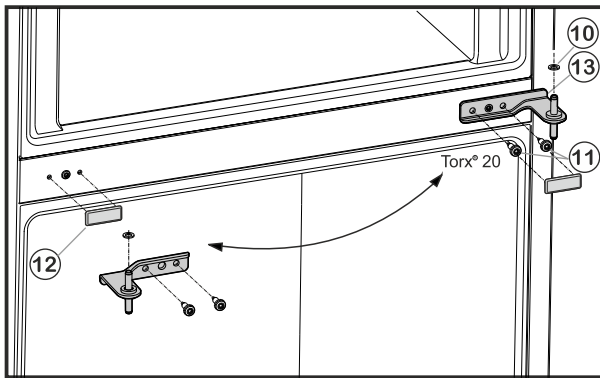

Fig. 6
- ▶ Odvijte pričvršne vijke Fig. 6 (11) (2 puta Torx® 20) i izvucite podložak ležaja u sredini iz donjih vrata.
- ▶ Skinite plastičnu pločicu Fig. 6 (10).
- ▶ Oprezno skinite poklopac Fig. 6 (12).
- ▶ Ponovo stavite poklopac Fig. 6 (12) na suprotnoj strani.
- ▶ Podložak ležaja u sredini Fig. 6 (13) umetnite u donja vrata okrenut za 180° pa ga pričvrstite vijcima Fig. 6 (11) (2 puta Torx® 20) **pritegnite čvrsto (s 4 Nm)** na novu stranu šarki.
- ▶ Ponovo postavite plastičnu pločicu Fig. 6 (10).
- ▶ Stavite gornja vrata na podložak ležaja u sredini Fig. 6 (13).